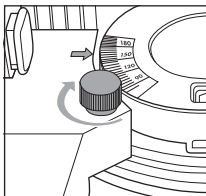

Fig. 5
- ◆ Enrosque a porca de aperto **6** firmemente. As setas dos braços móveis **1** apontam para a escala e indicam o ângulo medido (ver fig. 5).